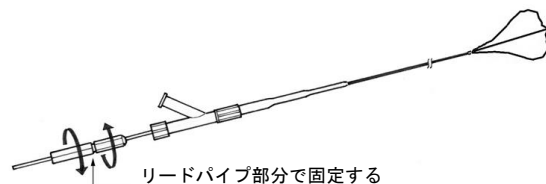

図 2: トルクハンドルの固定
- 2) バスケットがきちんと開いている位置を確認し、遊びがない位置でしっかりとトルクハンドルのネジを締め付け固定してください。(図 2)